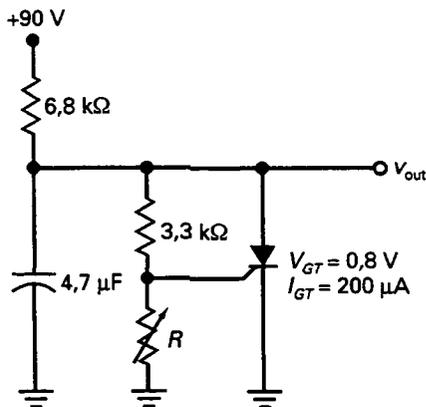

Figura 15-31
- 15-8. ¿Cuál es la tensión de pico de salida en la Figura 15-31 si R se ajusta a 500 Ω ?
- 15-11. En la Figura 15-31, R se ajusta a $750\ \Omega$. ¿Cuál es la constante de tiempo de carga para el condensador? ¿Cuál es la resistencia Thevenin que ve la puerta?